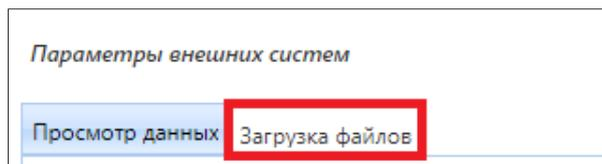
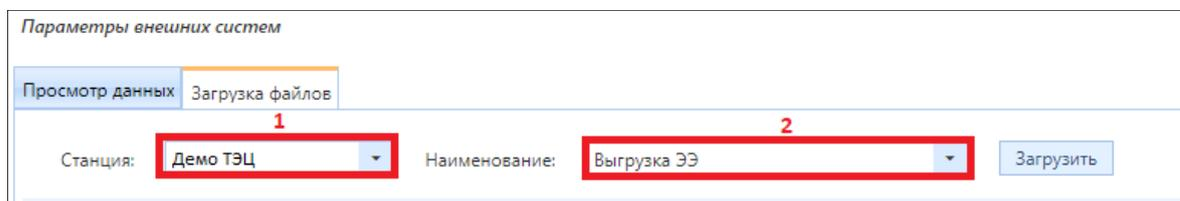

Рисунок 3.4.12 – Переход во вкладку «Загрузка файлов» в подразделе «Параметры внешних систем»
Рисунок 3.4.13 – Выбор станции и шаблона Excel-файла
2. В открывшемся подразделе необходимо перейти во вкладку «Загрузка файлов» (рис. 3.4.12).
3. Во вкладке «Загрузка файлов» (рис. 3.4.12) необходимо указать (1) станцию (рис. 3.4.13) и (2) наименование шаблона (рис. 3.4.13), по которому будут распознаваться данные, загружаемые из файла Excel.